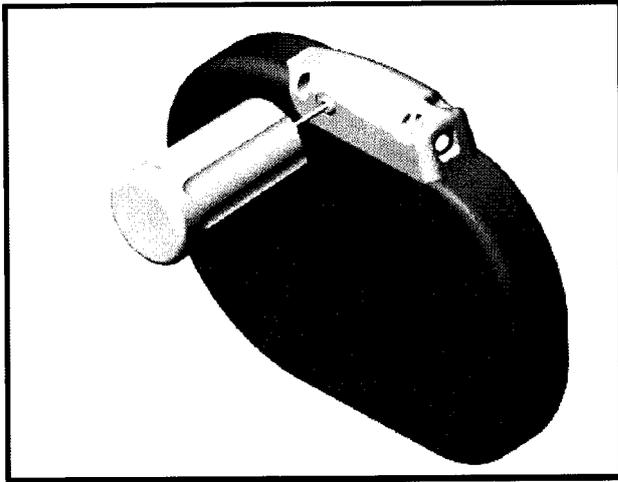

Figura 16: Inserción de la llave dinamométrica
2. Inserte suavemente la punta de la llave dinamométrica en el tornillo pasándola por la hendidura central del tapón de sellado con un ángulo de 90° (Figura 16). Esto hará que se abra el tapón de sellado, liberando la presión potencial que se haya creado en el puerto de conexión al proporcionar una vía de escape para el líquido o aire atrapado.